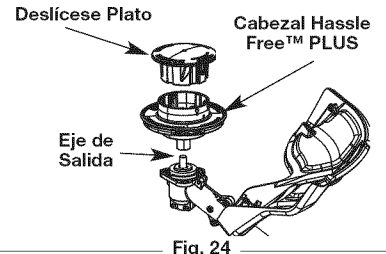

Fig. 24
- Sujete la varilla de traba en su lugar sosteniéndola al lado del brazo de la unidad (Fig. 24).
- Utilizando una llave de 13 mm (1/2 pulg.), hágala girar en sentido de las agujas del reloj para sacar la extensión y el cabezal de corte del eje de salida de la caja de engranajes. (Fig. 24)